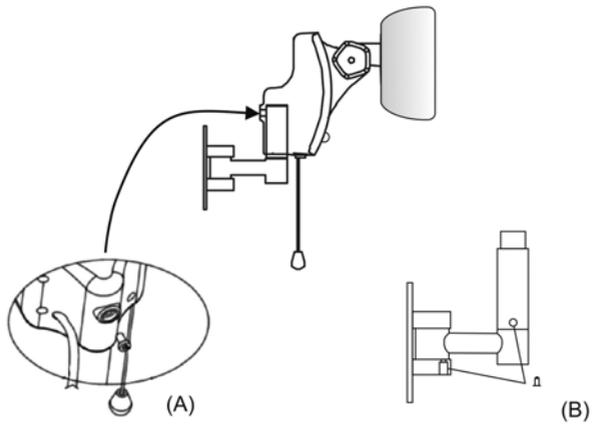

Fig. 4
4.4. AUTOMATIQUE : Par l'intermédiaire d'un détecteur de présence (**Fig. 5. 4**) contrôlant le fonctionnement de l'appareil. Quand le capteur détecte un mouvement dans sa zone d'influence (**Fig. 4**) la/s lampe/s s'allume(nt) automatiquement.